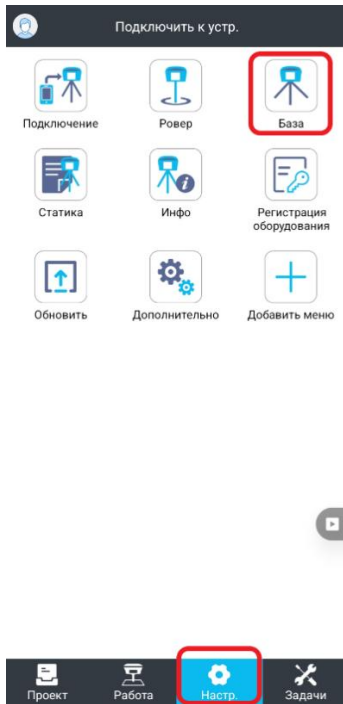

Рисунок 5.2.52
1. Для настройки стиля перейдите в нижнее меню **Настройки** (Рисунок 5.2.52).